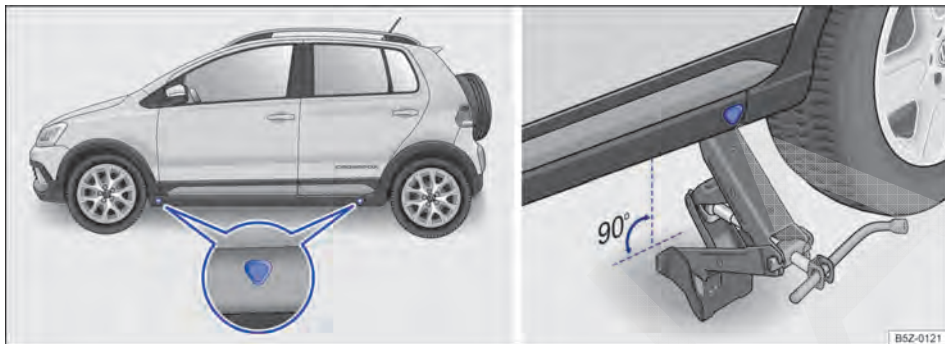

Fig. 147 Pontos de apoio do macaco e macaco posicionado no lado esquerdo traseiro do veículo.
A figura → Fig. 147 ilustra, como exemplo, os pontos de apoio do macaco.
O macaco somente pode ser posicionado nos pontos de apoio indicados (marcação na carroceria) → Fig. 147. É válido o ponto de apoio localizado próximo à roda correspondente → ⚠️.
6. Procurar sob o veículo o ponto de apoio do macaco → Fig. 147 mais próximo da roda a ser trocada.
7. Inserir a extremidade da chave de roda no olhal do macaco e, segurar a chave de roda pelo lado do encaixe sextavado. Levantar o macaco até onde ainda seja possível colocá-lo sob o ponto de apoio do veículo → Fig. 147.
9. Alinhar o macaco e, simultaneamente, levantar a garra do macaco até ela se encaixar na travessa debaixo do veículo → Fig. 147.
- Posicionar o macaco somente nos pontos indicados. A garra do macaco deve se encaixar no perfil da longarina de forma segura → Fig. 147.